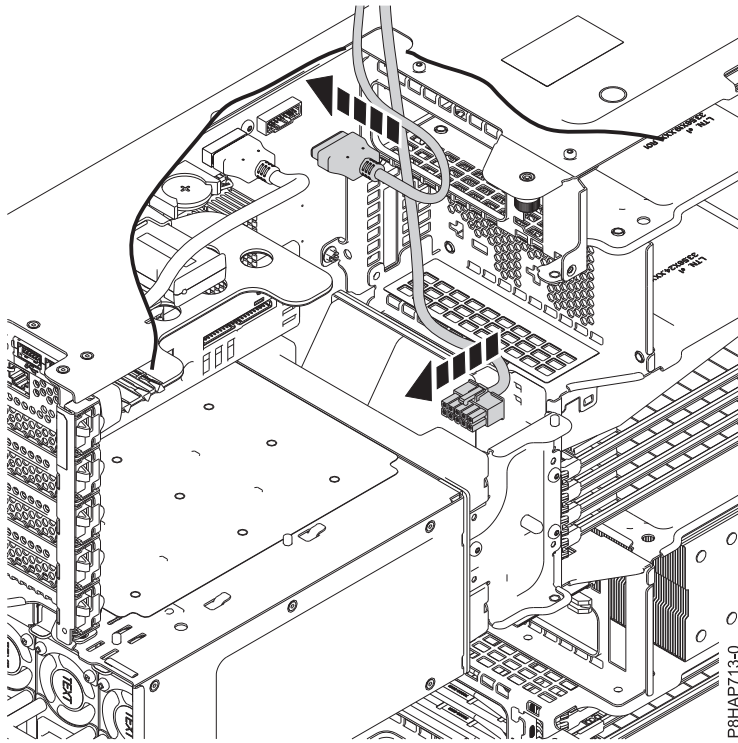

Figura 68. Conexión de los cables USB y de la fuente de alimentación de la estación de acoplamiento RDX interna (FC EUA3) en la placa del sistema
3. Conecte la fuente de alimentación de la nueva estación de acoplamiento RDX interna (FC EUA3) en la placa del sistema. Consulte la Figura 68 en la página 82.